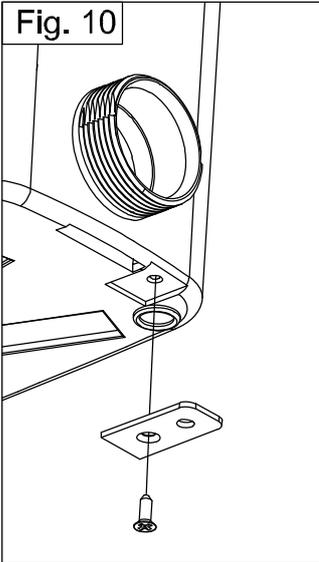

Fig. 11
12) COLLEGAMENTO ALLO SCARICO: fig. 11
- Utilizzare l'insieme gomito/valvola già montato (A), orientabile seguendo il senso dell'evacuazione desiderato, fissare con un collier (C1) il tubo d'evacuazione dell'apparecchio.